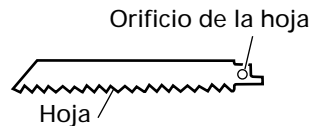

Fig. 14
- ⚠ **PRECAUCIÓN:** No utilice ninguna hoja de sierra con el orificio de la hoja gastado. De lo contrario, la hoja podría soltarse y provocar lesiones personales. (Fig. 14)